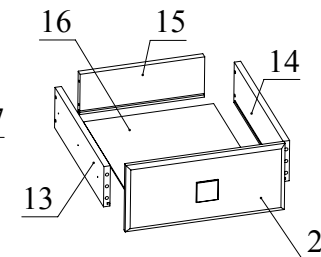

Рис.9
12. Соберите ящики. Для этого соединить деталь 15 с деталями 13 и 14 с помощью конфирматов. Затем вставить деталь 16 в пазы деталей 13, 14 и 15. Соединить деталь 2 с деталями 13 и 14 и затянуть головки минификсов. С помощью винтов М4х22 закрепить ручку на детали 2 (Рис. 9).